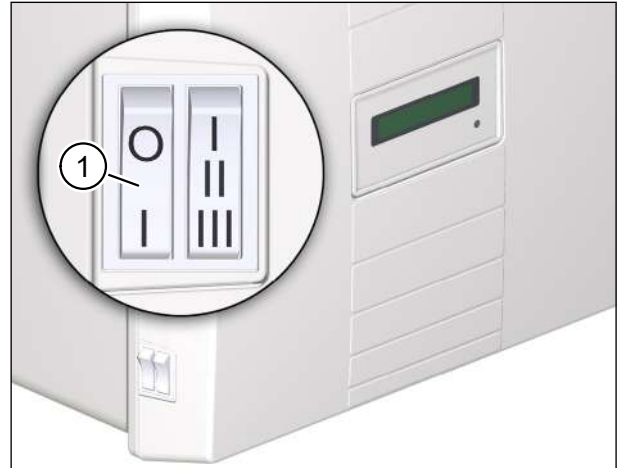
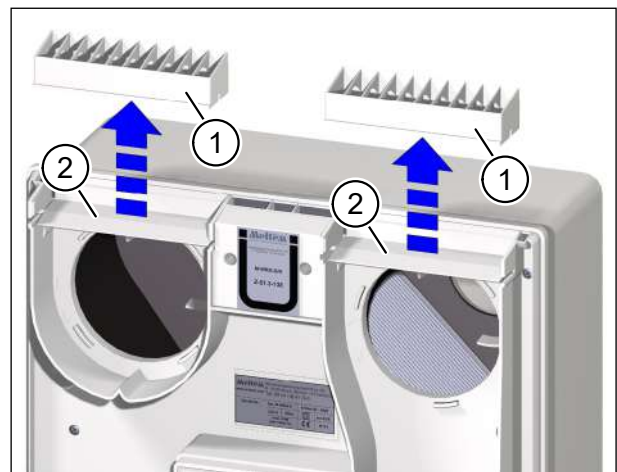

Abb. 3: Lüftungsgerät am Netzschalter ausschalten
Abb. 8: Beide Luftklappenrahmen abnehmen und reinigen
- Schalten Sie das Lüftungsgerät für den Luftfilterwechsel immer am Netzschalter (Pos. 1 in Abb. 3) aus. Bei Lüftungsgeräten mit Option M-WRG-II O/NOF muss das Gerät mit Hilfe des bauseitigen Leitungsschutzschalters stromlos geschaltet werden. Anderenfalls verhindern die geöffneten Luftklappen (Pos. 2 in Abb. 8 auf Seite 13) das Entfernen und Einsetzen der Filterpatronen.
- ▶ Ziehen Sie die beiden Luftklappenrahmen (Pos. 1 in Abb. 8) vorsichtig nach oben aus dem Lüftungsgerät.
Entfernen Sie die Luftklappen (Pos. 2 in Abb. 8) nicht vom Lüftungsgerät.
- ▶ Reinigen Sie beide Luftklappen (Pos. 2 in Abb. 8) mit einem feuchten Tuch und milder Seifenlauge.
- ▶ Schalten Sie das Lüftungsgerät am Netzschalter ein (Pos. 1 in Abb. 3 auf Seite 11).